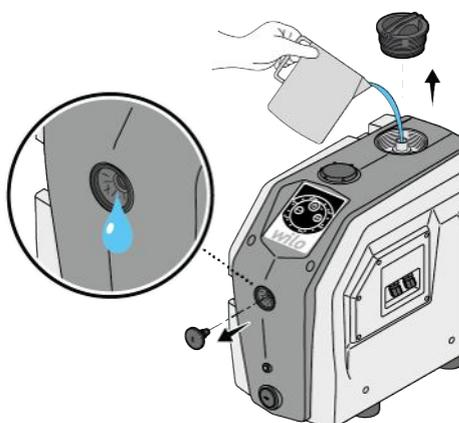

Fig. 9: Rellenar
- Llene el producto de agua (aprox. 1,5 l) hasta que el agua salga por la abertura de aeración (Fig. 9).
- Abra la llave de corte (pos. 1, 2).